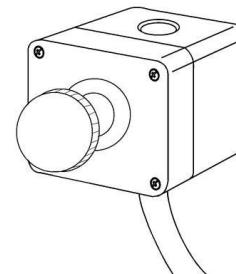

Fig 13
Arrêter la machine avec le bouton "0" rouge (B) ou avec le bouton d'arrêt à distance (U, Fig 1; Fig 13).
Le bouton d'arrêt à distance (Fig 13) arrête la machine.